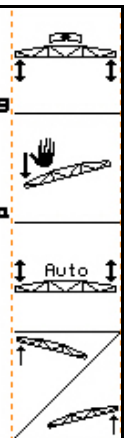

Bild 30
4. Rikta rampen vågrätt. Den aktuella höjden hos de båda sensorerna visas fortlöpande (Bild 30).